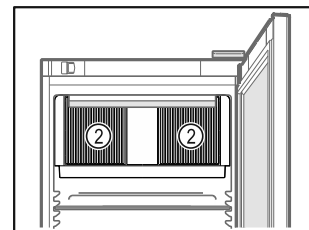

Fig. 72
- ❑ Не закрывайте вентиляционную щель Fig. 72 (2) вентилятора циркуляционного воздуха во внутренней камере.